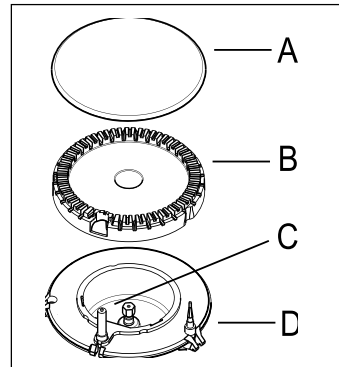

Рис. 1
- После появления пламени поддержите ручку нажатой около **5 секунд**. Это даст термопаре (рис. 1 - поз. D) нагреться и отключить предохранительное устройство, в противном случае подача газа будет прервана. Затем убедитесь в стабильности пламени и отрегулируйте его на нужный уровень.
Если после нескольких попыток разжечь горелку не удастся, проверьте крышку горелки (рис. 1, поз. A) и рассекатель (рис. 1, поз. B) находятся в правильном положении.
Электрический розжиг выполняется с помощью керамического и металлического электродов (рис. 1, поз. С). Содержите эти детали в чистоте для предотвращения трудностей с розжигом, а также проверяйте, чтобы отверстия в рассекателе пламени горелки не были засорены.